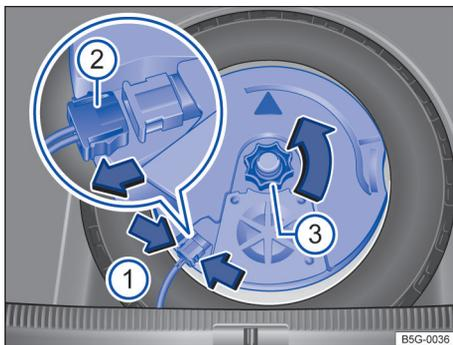

图 222 行李厢内：拆下重低音扬声器
- 用手捏住定位凸缘→图 222（箭头 ①）并压紧到止位，并断开连接插头 ②。
- 拔出连接插头 ②，并将拔出的导线放置一边。
- 将手轮 ③ 沿箭头方向拧出。